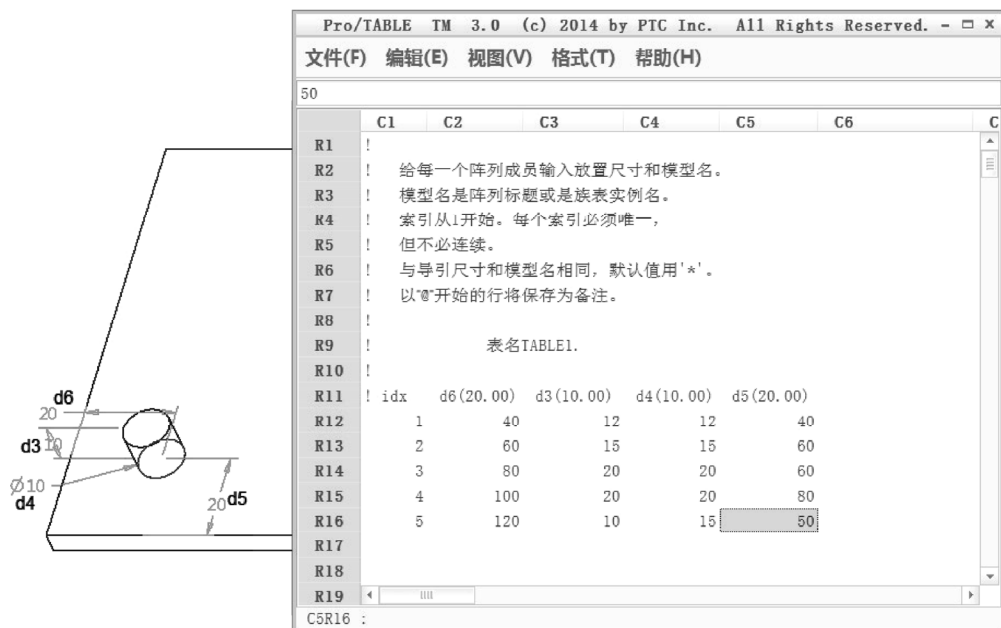

图 5-86 编辑数列表
6) 在表中为每个阵列成员添加一行，并指定其尺寸值。完成的数列表如图 5-86 所示。